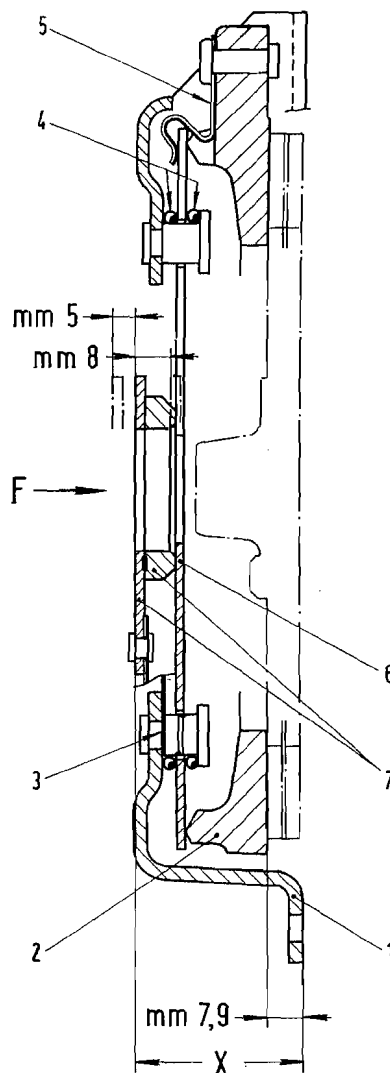

Fig. 133. - Schema per il controllo del complessivo disco supporto frizione.
Dopo aver montato il complessivo disco supporto frizione su una base di appoggio, che sostituisca il volano motore, ed aver interposto uno spessore di mm 7,9 (corrispondente allo spessore del disco condotto), sottoporlo a quattro corse di disinnesto, applicando un carico di circa 82 kg sulla flangia comando disinnesto frizione e nella direzione della freccia **F** (fig. 133).
- ad una corsa di disinnesto di mm 8 (fig. 133), corrisponda un distacco dell'anello spingidisco di mm 1,8;
- la quota X (fig. 133) risulti di mm $37,15 \pm 1,1$.